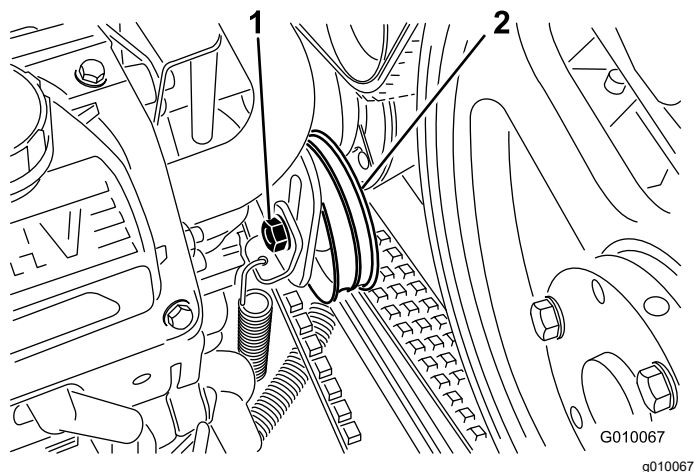

Figura 59
4. Allentate appena il bullone tendicinghia della pompa per consentire il movimento all'interno della scanalatura di regolazione (Figura 59).